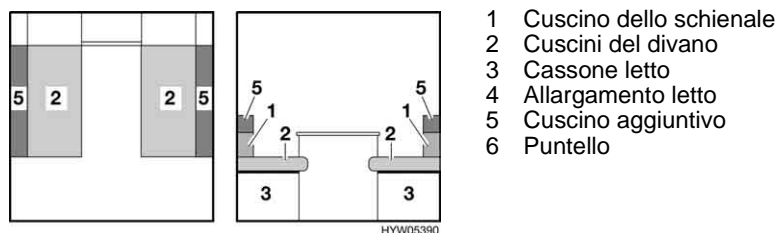

Fig. 51 Prima della trasformazione
- Sfilare il cuscino aggiuntivo (Fig. 51,5) dal cuscino dello schienale (Fig. 51,1). Il cuscino aggiuntivo è fissato a quello dello schienale tramite un nastro in velcro e può essere staccato con facilità.
- Riporre i cuscini dello schienale (Fig. 51,1).